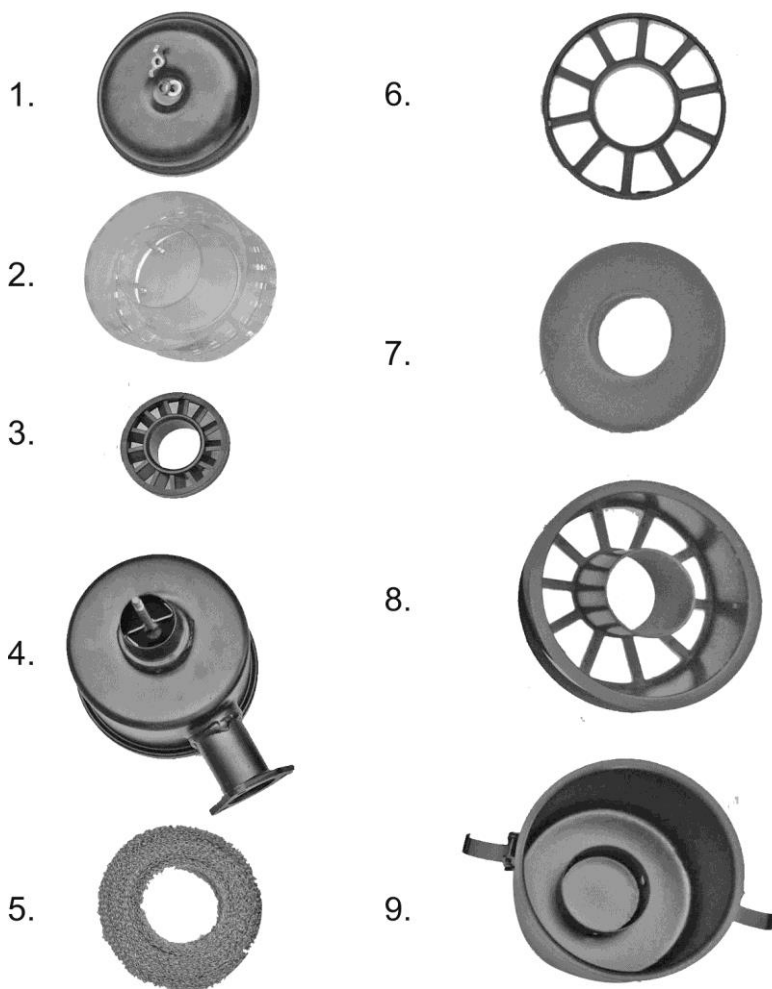

Рисунок 16.2 – Порядок збірки нового повітряного фільтра
На дно (9) (див. рис. 16.2) повітряного фільтра налейте 70 г моторного мастила.